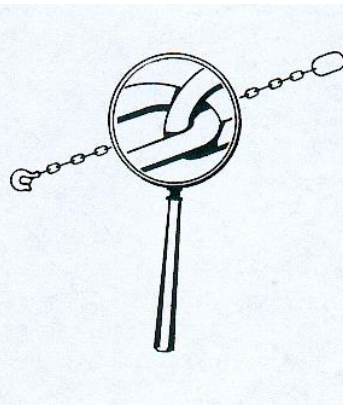

fig.90
- **NE JAMAIS** utiliser de harnais sans avoir préalablement contrôlé qu'il est adéquat (fig.90).